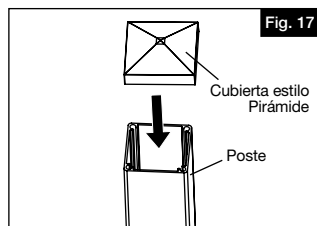

Fig. 17
- c. Instale la cubierta de poste estilo pirámide en cada poste (Fig. 17).